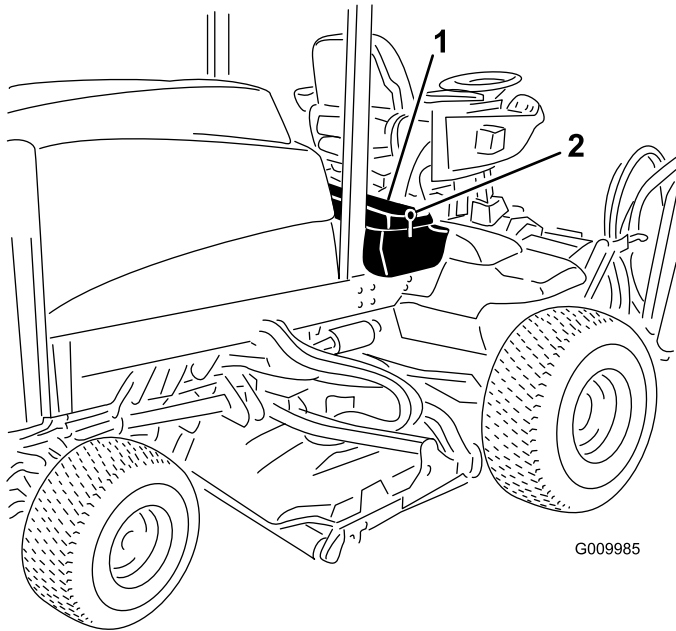

Figura 92
1. Sbloccate e sollevate il pannello comandi dell'operatore (Figura 92).